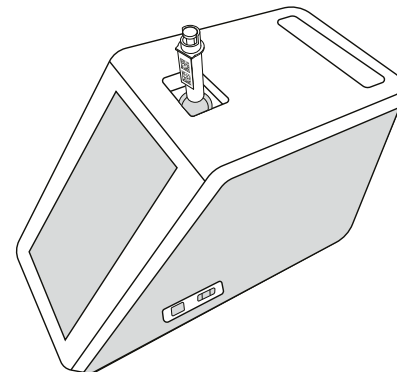

Bild 8
2. För ned en kyvett i mätbrunnen med kyvettens streckkod vänd mot framsidan (se **Bild 8**)